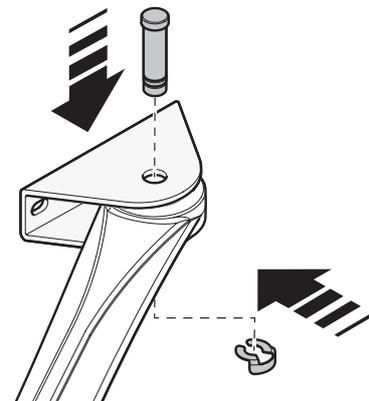

Abb. 10
01. Den Arm des Getriebemotors unter Verwendung des mitgelieferten Bolzens und des mitgelieferten Seeger-Ring am Bügel befestigen, wie gezeigt auf **Abb. 10**;